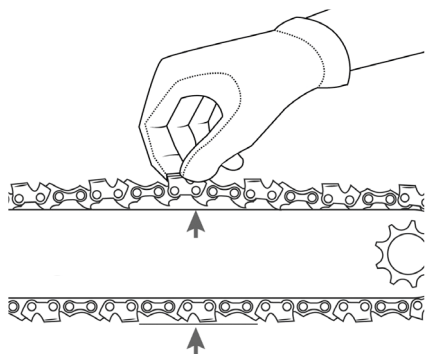

Рис. 4 Проверка натяжения цепи
- Установите ведущие звенья пильной цепи в пазы звездочки. Вращая колесо накладки шины по часовой стрелке натяните цепь так, чтобы устранить ее провисание (Рис. 4).
Проверьте натяжение цепи, потянув пильную цепь от направляющей шины. Цепь должна плотно прилегать к нижней части шины без провисания, на середине верхней части шины цепь должна выходить из направляющего паза примерно на высоту звена (Рис. 4).